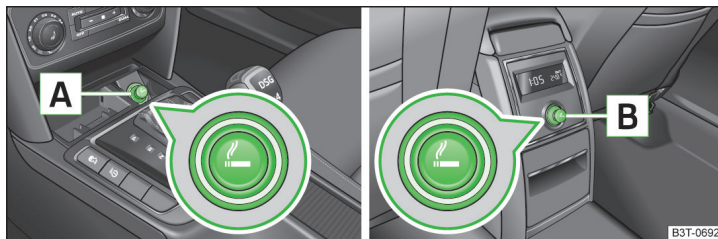
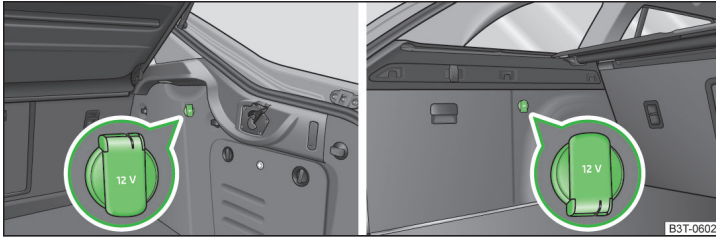

Abb. 85 Mittelkonsole: Zigarettenanzünder vorn / Zigarettenanzünder hinten
Abb. 87 Gepäckraum: Steckdose Superb / Superb Combi
- Den Anzünderknopf [A] bzw. [B] » Abb. 85 drücken.
Die 12-Volt-Steckdose (nachstehend nur als Steckdose) befindet sich in der Mittelkonsole vorn A » Abb. 85 auf Seite 93, in der Mittelkonsole hinten B » Abb. 85 auf Seite 93 und im Gepäckraum » Abb. 87.
- › Die Abdeckung der Steckdose bzw. den Zigarettenanzünder abnehmen » Abb. 85 auf Seite 93 oder die Abdeckung der Steckdose öffnen » Abb. 87.